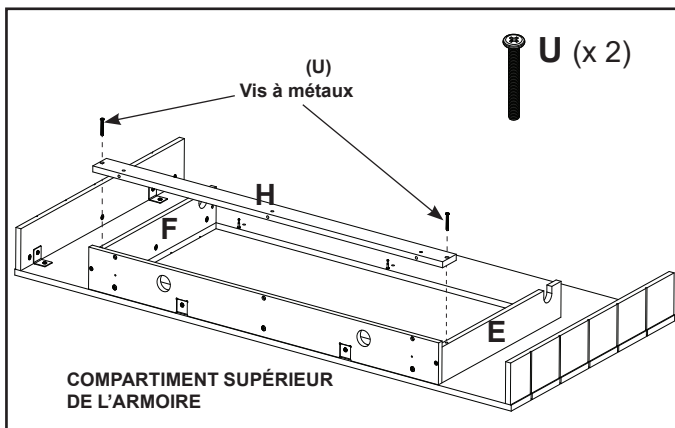

Figure 19
- Fixez la pièce « H » aux pièces « E » et « F » à l'aide des vis à métaux M6 X 50 (U). Voir la figure 19.
- Alignez la pièce « I » sur les trois (3) axes de came (P) installés sur la pièce « A ». Voir la figure 19.